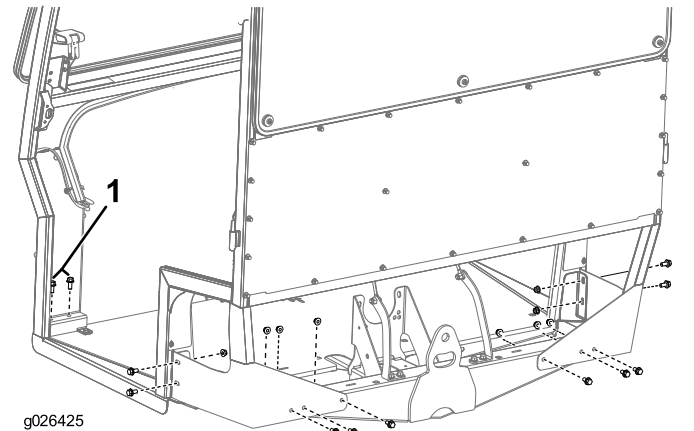

Figure 8
3. Fixez le cadre à la machine au moyen de 10 boulons ( $\frac{3}{8}$ " x  $\frac{3}{4}$ " ), 10 écrous ( $\frac{3}{8}$ " ) et 4 boulons ( $\frac{3}{8}$ " x  $\frac{7}{8}$ " ), comme montré à la Figure 8.